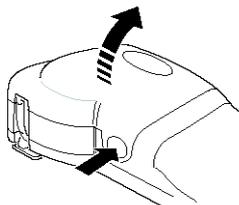

Figura 4
1. Para abrir el compartimento para etiquetas, presione y suelte la tapa. Ver Figura 4.